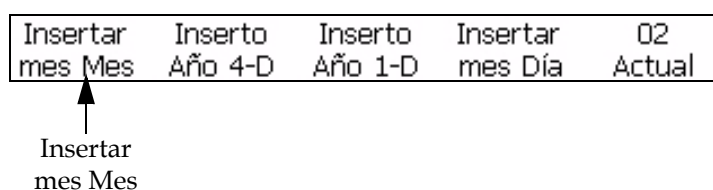

Figura 5-43: Marco <02 Actual>
- 1 Comience en el marco <02 Actual> (01 Edición > 02 Edición - Insertos > 01 Inserto - Fecha > 01 Fecha - Fechas Actuales > 01 Actual > 02 Actual). Consulte la Figura 5-43.